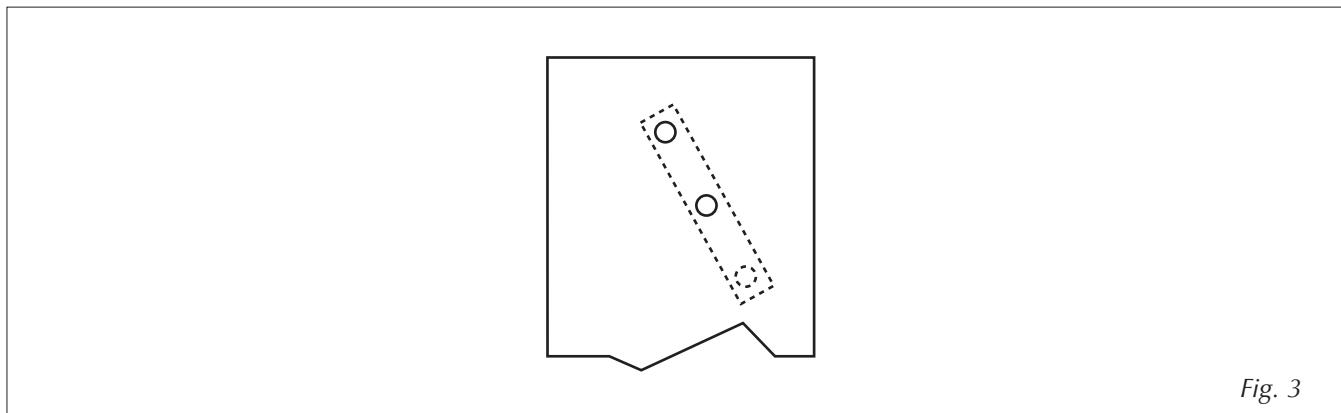

Fig. 3
- fasten the flanges (1) of the heater to the unit side and hook it to the heater; then fasten the bearing flange (4) to the opposite side by means of the screws supplied with the kit as follows:
- fix the heater with 2+2 screw matching the two bearing upper holes and the unit frame holes as shown in fig. 3.
- fixer la bride (1) de la résistance sur le coté de l'appareil, l'accrocher à la résistance, fixer la bride de support (4) au coté opposé au moyen des vis comme suit:
- fixer la résistance avec n° 2+2 vis en centrant les deux trous supérieurs du support avec les deux trous du châssis de l'appareil comme en fig. 3.
- Haltebügel (1) der Elt.-Heizung an der Seite des Gerätes befestigen, die Elt.-Heizung befestigen, den Haltebügel (4) an der gegenüberliegenden Geräteseite mit den mitgelieferten Schrauben gemäß der folgenden Bestimmungen befestigen:
- das Elt. Heizregister mit Nr 2+2 Schrauben befestigen. Die zwei Löcher des Haltebügels ins Zentrum der Löcher vom Gerätesgehäuse bringen (Siehe Abb.3).